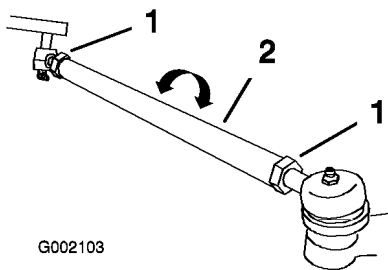

Figura 45
3. Si la medida no está dentro del intervalo especificado (consulte las dimensiones y los parámetros que figuran al principio de este procedimiento), afloje las contratuercas en ambos extremos de las bielas (Figura 45).